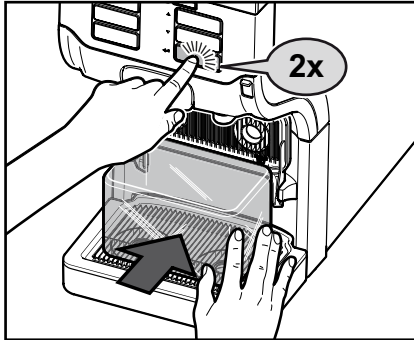

図32
2. 両方の飲み物抽出部の下に液受け容器を置き、エンターキー ◀ を押してください。(図32)
3. エンターキー ◀ を押して、洗浄工程を開始してください(図32)。